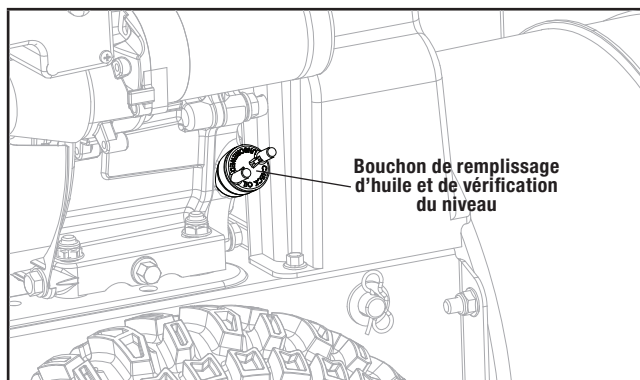

Figure 17A
2. Retirez la jauge de niveau d'huile et essuyez-la (figure 17A).